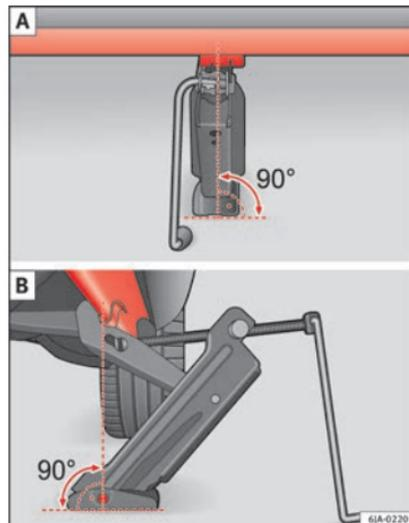

Fig. 64 Colocación del gato.
- Ajuste el gato para que su garra abarque el punto de apoyo del larguero inferior »» fig. 64 - B debajo del estampado.
- Asegúrese de que la base del gato esté apoyada con toda su área sobre una superficie plana y esté en posición vertical »» fig. 64 con relación al punto donde la garra abarca el punto de apoyo del larguero.